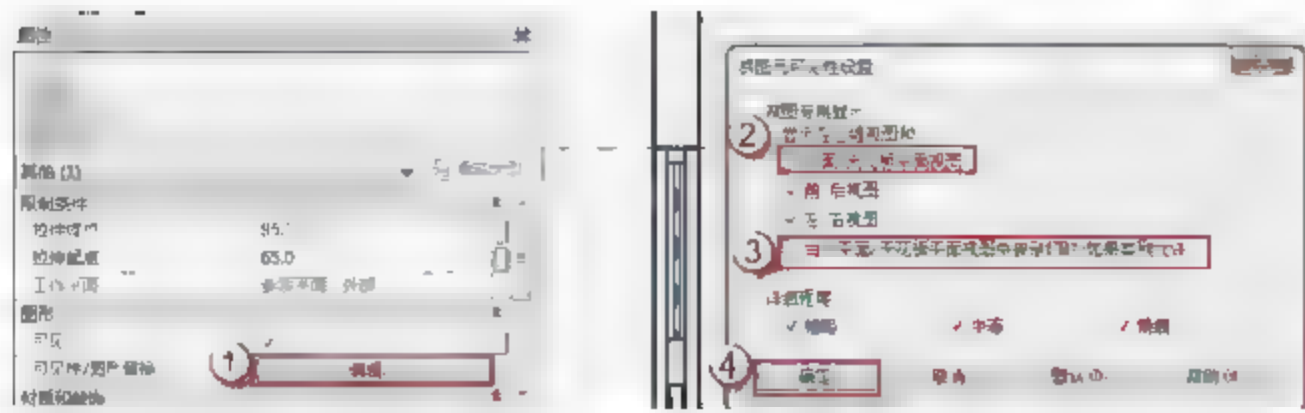
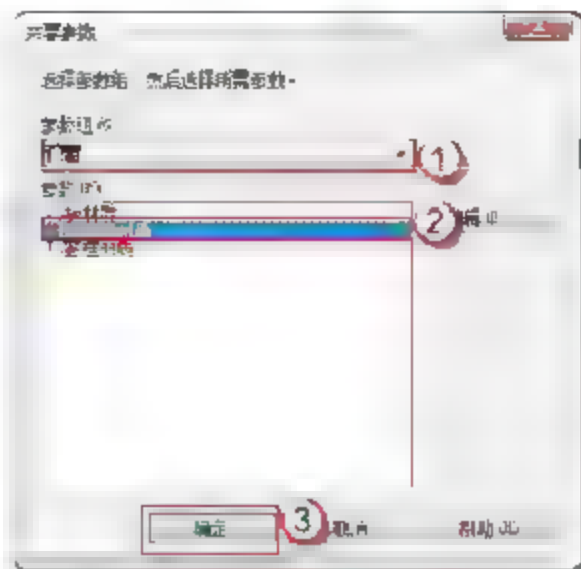

图 7.1.41 修改 GC4010 窗户玻璃的可见性
图 7.1.42 编辑 GC4010 窗户玻璃材质
(9) 修改 GC4010 窗户玻璃的可见性。在“属性”面板中，单击“图形”栏“可见性/图形替换”后的“编辑”按钮，弹出“族图元可见性设置”对话框，取消“平面/天花板平面视图”和“当在平面/天花板平面视图中被剖切时 (如果类别允许)”复选框的选择，单击“确定”按钮，如图 7.1.41 所示。
(10) 添加 GC4010 窗户玻璃材质。选择 GC4010 窗户玻璃，在 GC4010 窗户玻璃的“属性”面板中，单击“材质和装饰”栏“材质”右侧的空白按钮，弹出“关联族参数”对话框，单击“添加参数 (D)”按钮，弹出“参数属性”对话框。选中“共享参数”单选按钮，
单击“确定”按钮，弹出“共享参数”对话框，在“参数组 (G)”中选择“门窗”选项，在“参数 (P)”中选择“门窗玻璃材质”选项，单击“确定”按钮，如图 7.1.42 所示。